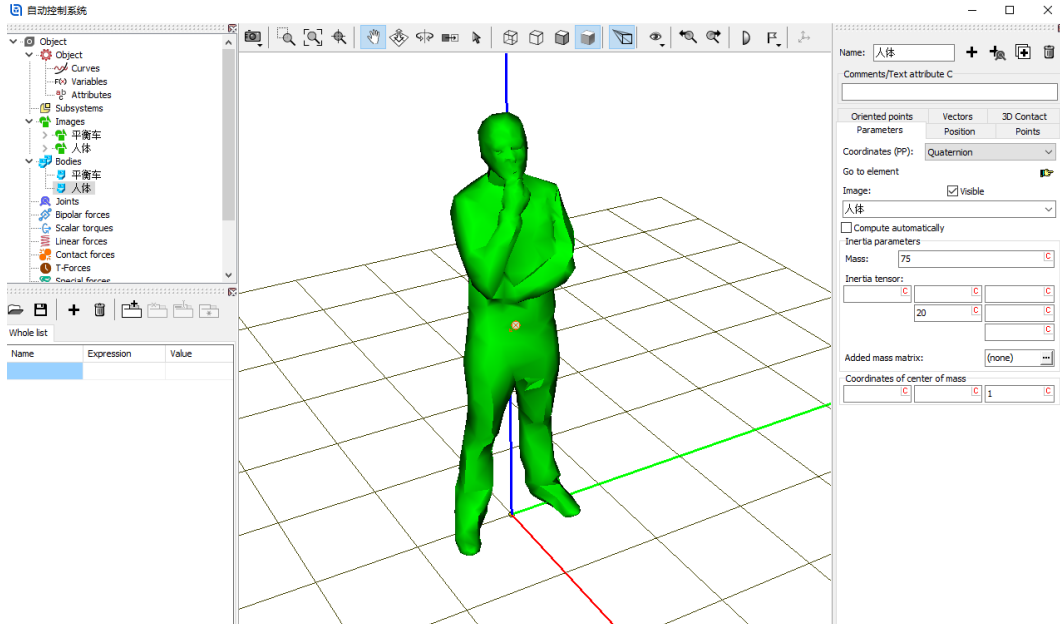

图 2-133
- 4) 创建第二个刚体，命名为**人体**，从 **Image** 下拉菜单选择几何**人体**，设置质量为**75**，转动惯量为 $(0, 20, 0)$ ，质心坐标为 $(0, 0, 1)$ ，如图 2-133。